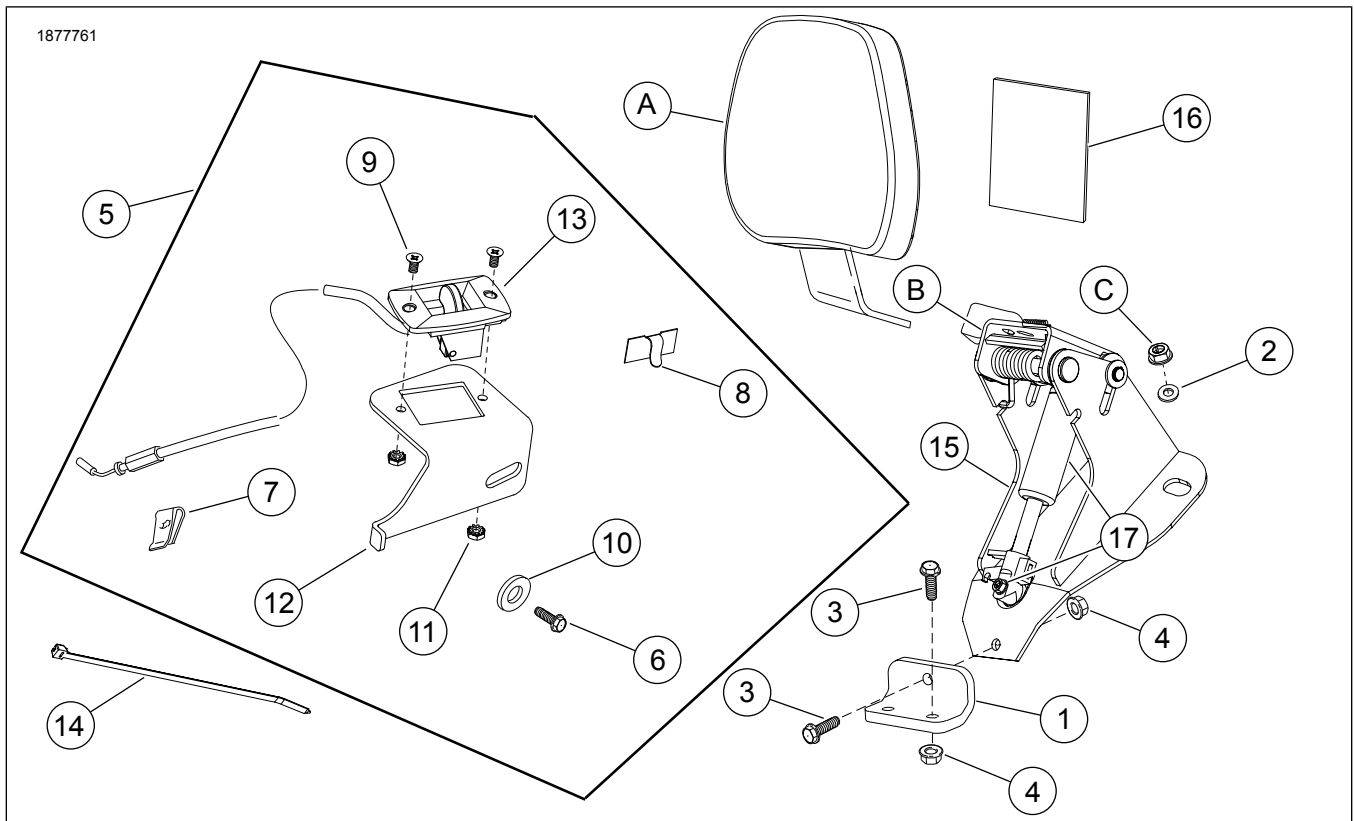
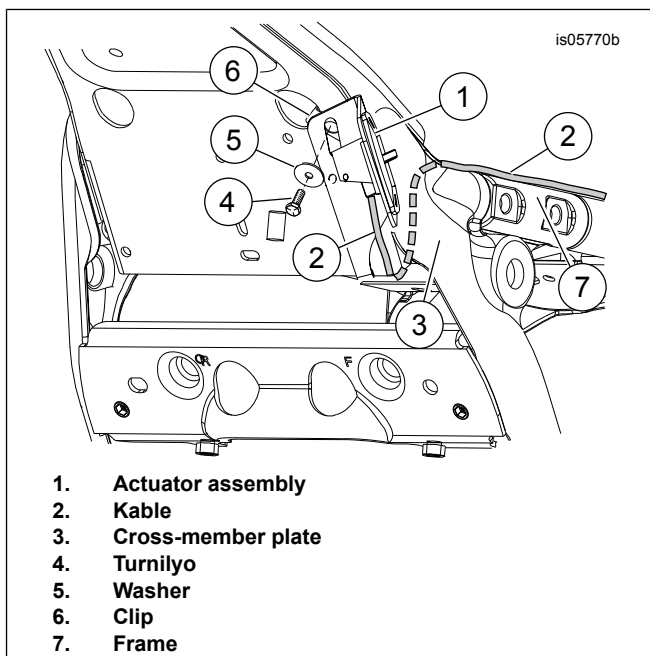

Figure 1. Mga Nilalaman ng Kit: FL na Pang-mount na Kit para sa Naa-adjust na Backrest ng Rider
Figure 8. Ikabit ang Actuator Assembly
9. Tingnan ang Figure 1 . Ikabit ang handle ng actuator (13) na may kable sa bracket ng actuator handle (12) nang sa gayon ay nakaturo sa baba ang kable kapag ikinabit.
10. Ikabit gamit ang mga turnilyo (9) at nut (11).
11. **Mga Modelong walang Mid-Frame Air Deflector:** Tingnan ang Figure 8 .
a. I-slide ang flat na panig ng actuator assembly (1) sa likod ng mga kable ng spark plug.
c. Ipirmi sa posisyon gamit ang turnilyo (4) at washer (5). Higpitan.
14. Tingnan ang Figure 1 . Ikabit ang gabay ng kable (8) sa bracket.